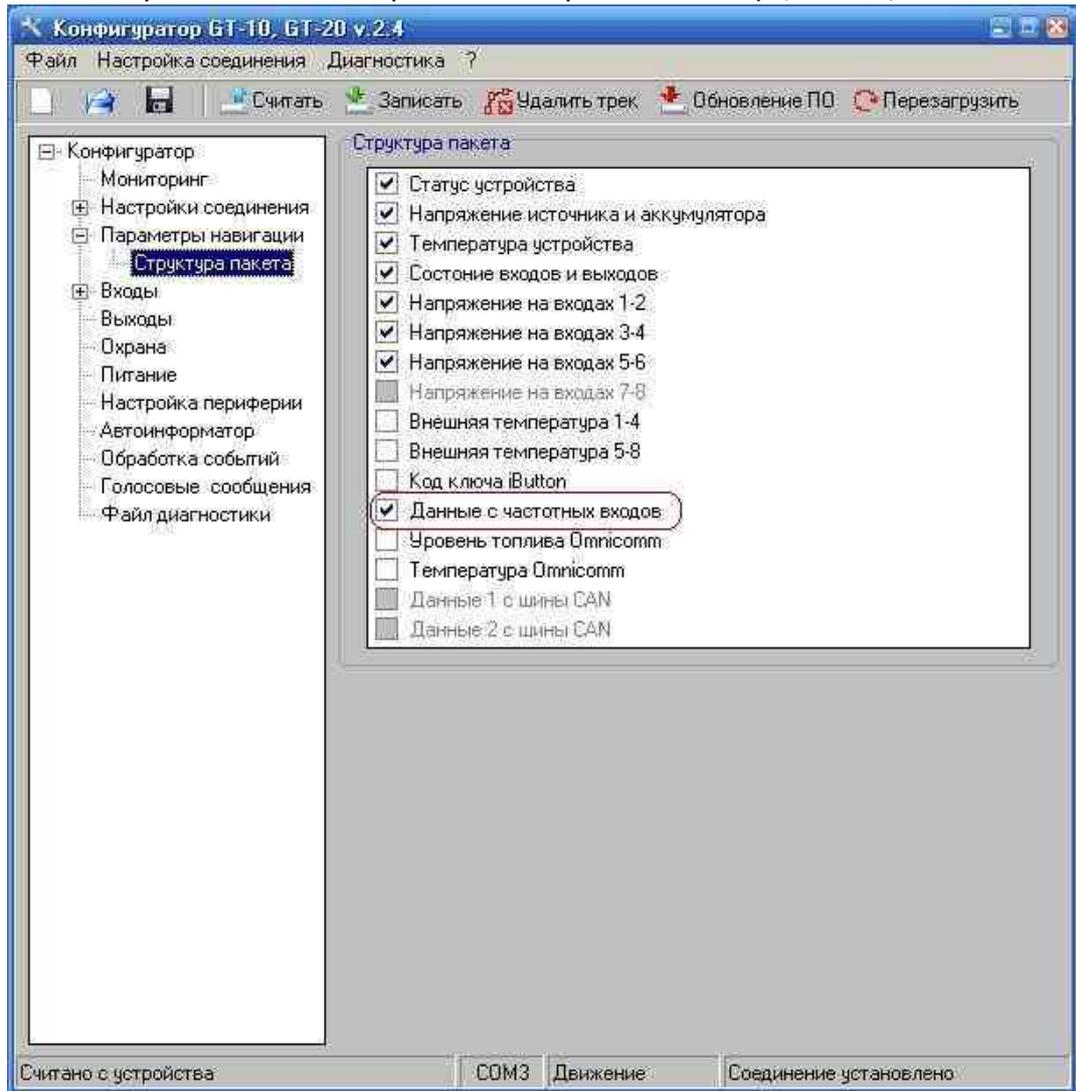

Рисунок 2
3.3. Импульсный сигнал с NozzleCrocodile входом IN4 обрабатывается и данные отправляются на сервер (количество импульсов подсчитанное за изменяемый период времени, обусловленный настройками отправки отчётов) (Рис.2,3):